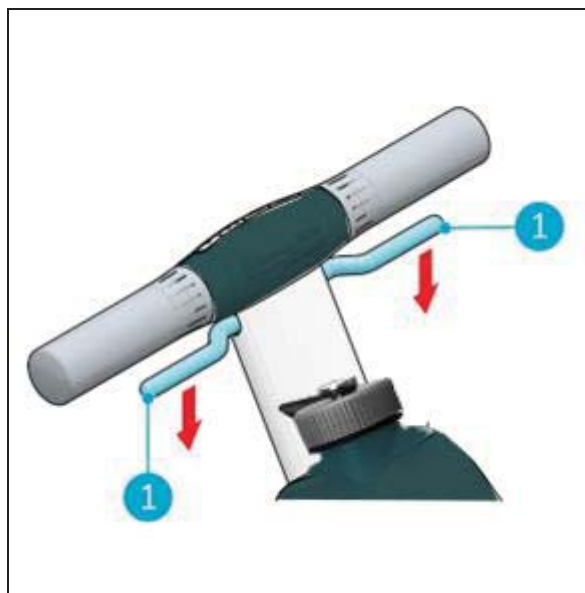

Figure 20
Le fait de relâcher la gâchette (Figure 20, pos 1) arrêtera l'i-mop® Lite automatiquement.